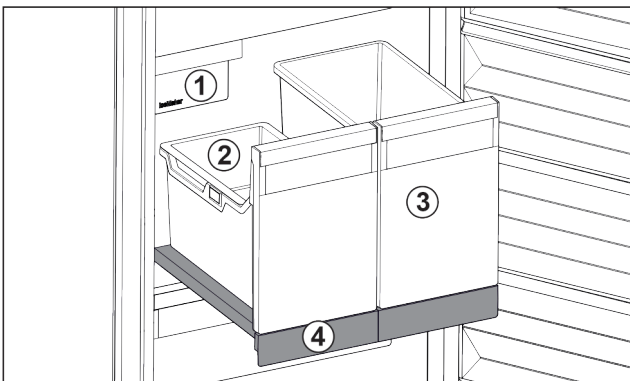

Fig. 17 Ripiano estraibile con IceTower
Sul ripiano estraibile ci sono due contenitori alti (IceTower). I cubetti di ghiaccio dall'IceMaker vengono raccolti e conservati nel contenitore Fig. 17 (2). Il contenitore Fig. 17 (3) è adatto per conservare alimenti alti come pizze o bevande alcoliche.